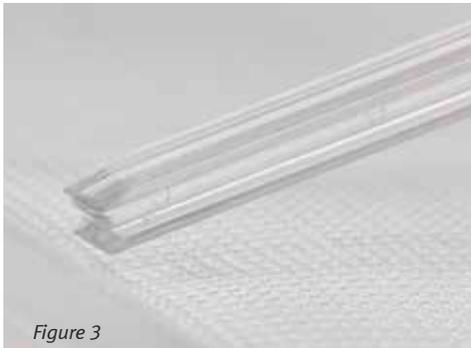

Figure 3
- Repérez le haut de la barre. L'extrémité du haut est biseautée, tandis que celle du bas a un renflement qui se loge dans le bord du plateau (Figure 3).